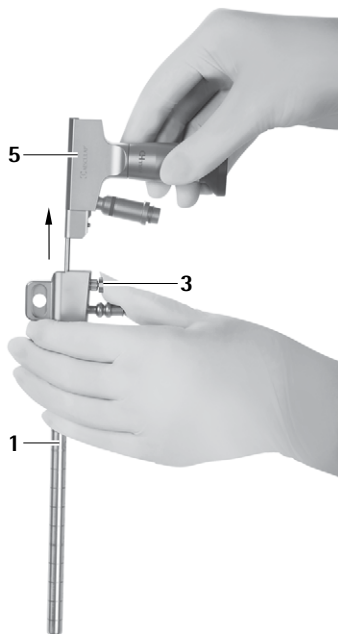

Fig. 8
- Premere il pulsante di rilascio **3** ed estrarre l'endoscopio **5** dal trocar MINOP InVent **1**, vedere Fig. 8.